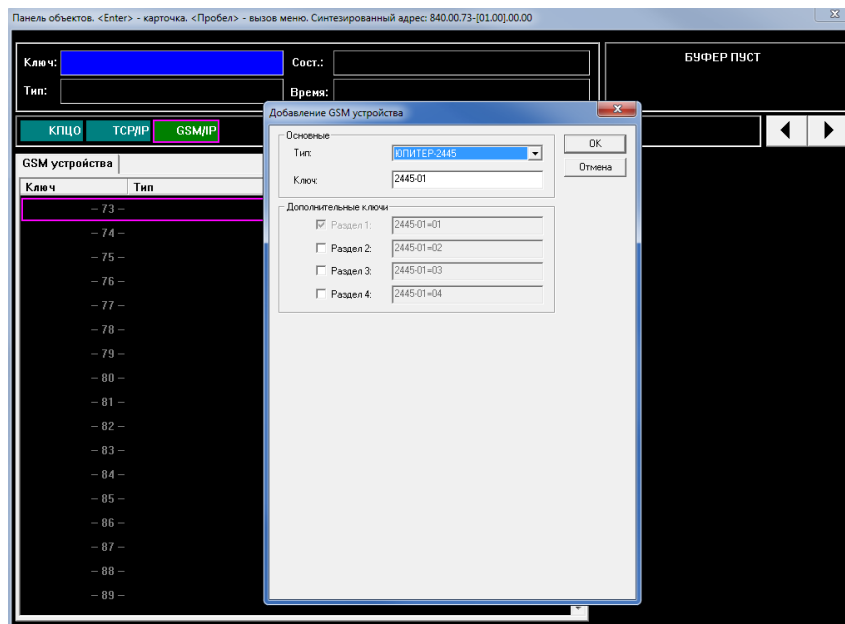

Рисунок 15. Создание карточки объекта УОО
5.1 В программе АРМ ДПУ, в панели объектов «GSM/IP» создать карточку нового прибора (рисунок 15). Выбрать тип прибора «Юпитер-2445» (или «Юпитер-2444РШ» или «Юпитер-2463РШ»).